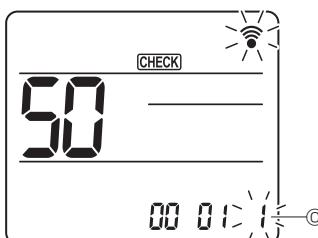

Fig. 6-19
④ Selezione del numero di impostazione
Utilizzare il pulsante **①** per modificare il Numero di impostazione **③**. (Fig. 6-19)